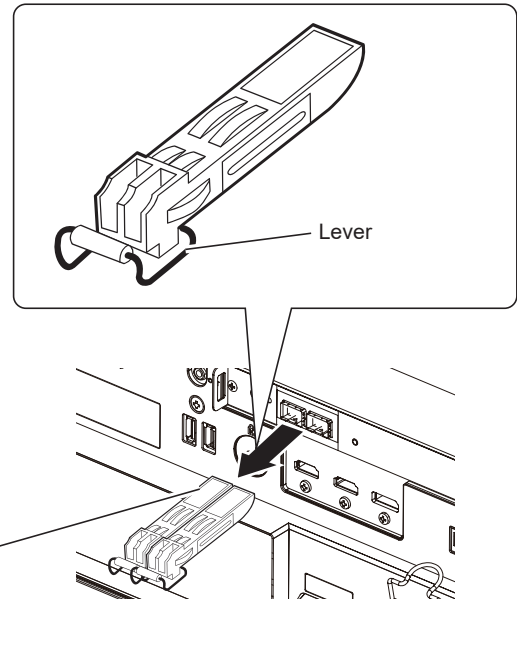

Fig. 2
**3) Remove the SFP module. (Fig. 2)**